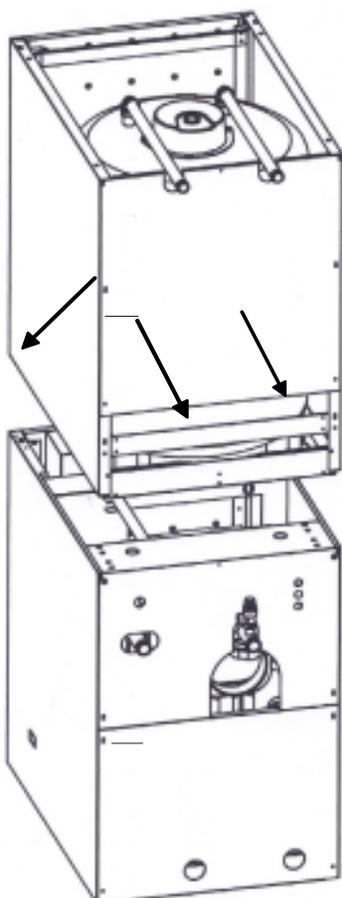

Fig.1
3. Colocar o acumulador sobre a caldeira (uma pessoa levanta o acumulador pela frente e outra pela traseira com a ajuda de duas barras de manutenção) (ver fig. 1);